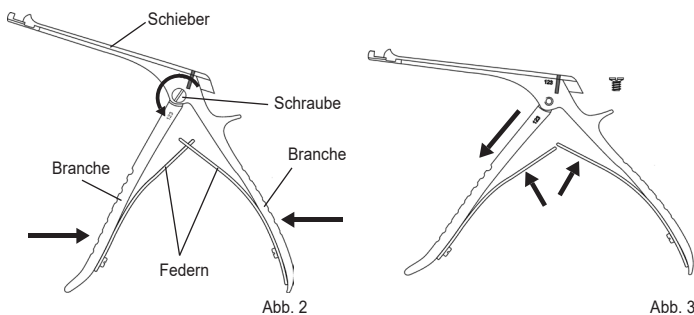

Abb. 2
- Drücken Sie die Branchen der Knochenstanze etwas zusammen bis sich die Schraube leicht gegen den Uhrzeigersinn aufdrehen lässt. (Abb. 2).